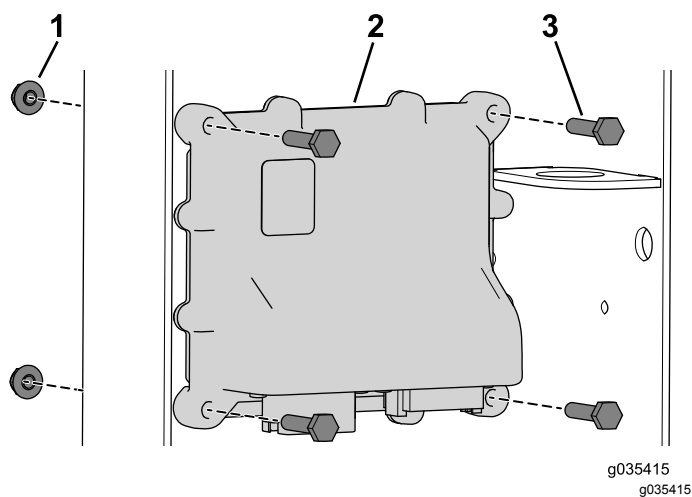

Figura 12
2. Utilice los 4 pernos (1/4" x 3/4") y las tuercas con arandela prensada para fijar el controlador (Figura 12).